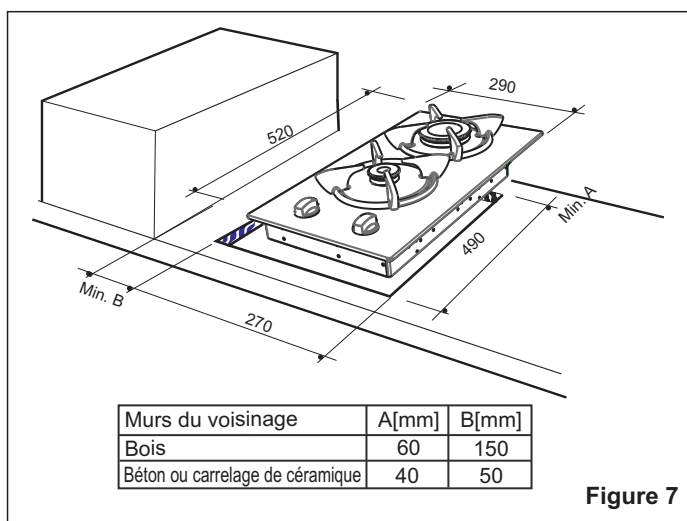

Figure 7
Pour installer la plaque de cuisson dans le meuble de cuisine, il faut prévoir un trou aux dimensions indiquées dans le figure 7, en gardant à l'esprit :
- pour l'écart minimum entre les parois arrière et latérales, reportez-vous à la figure 7.
- Insérez le plan de cuisson dans l'orifice et positionnez-le correctement. (Figure 7)